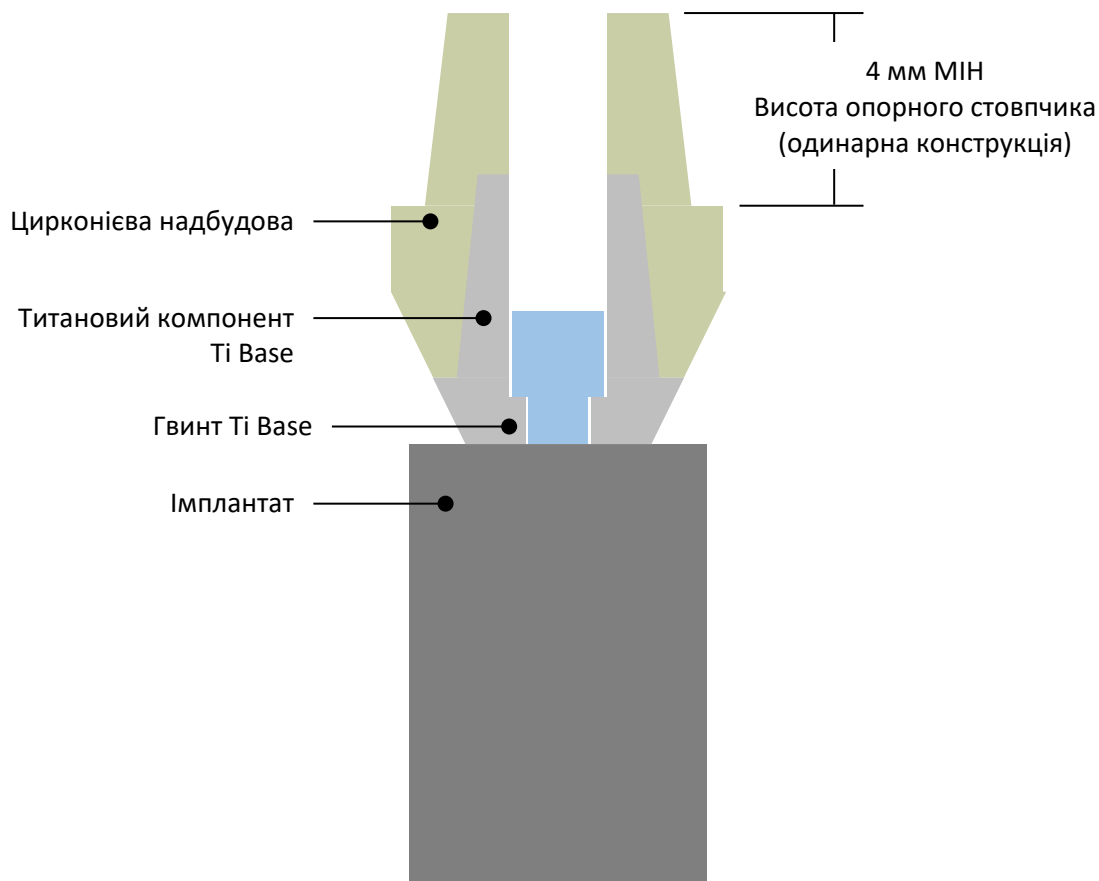

Рисунок. 1. Обмеження конструкції надбудов із цирконію.
- Висота абатментного штифта $\geq 4,0$ мм (див. **рис. 1**)